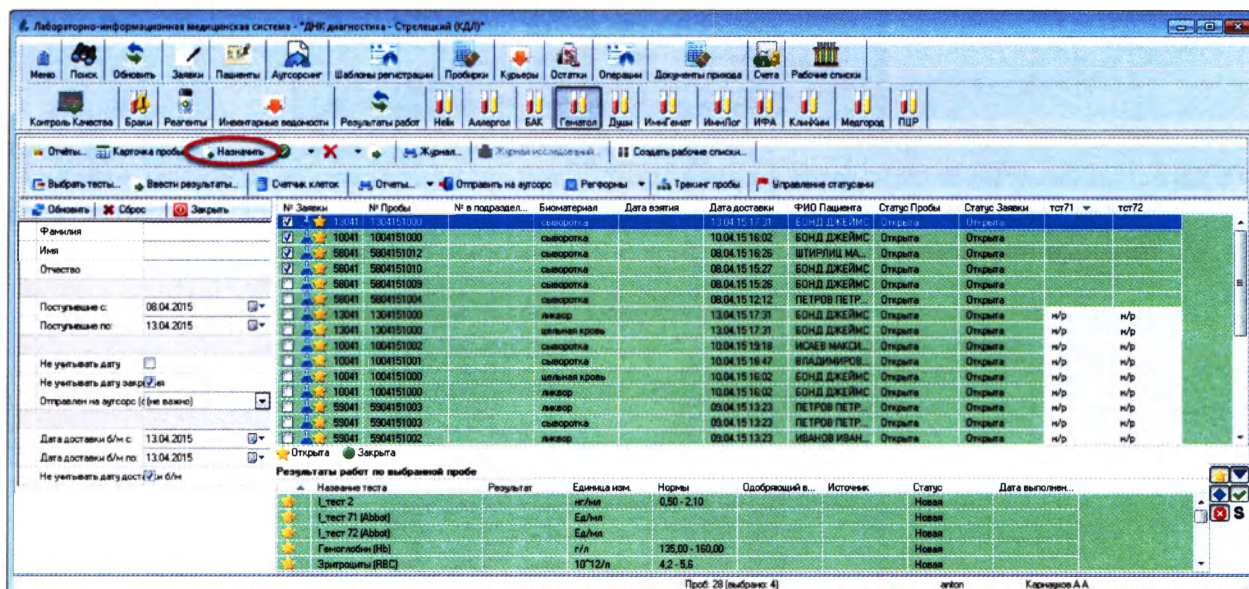

Рисунок 5.24
2. Нажмите кнопку «Назначить» (Рисунок 5.24):